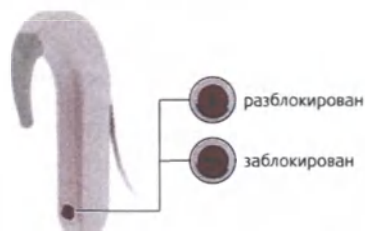

Рис. 6 Замок крышки блока элементов питания в открытом/закрытом положении
Прежде чем сдвигать вниз SONNET крышку блока элементов питания, убедитесь, что замок SONNET крышки блока элементов питания находится в открытом положении (разблокирован), как показано на Рис. 6. Если он находится в положении блокировки, используйте поставляемую MED-EL отвертку, чтобы повернуть замок против часовой стрелки в положение разблокировки.
У маленьких детей замок SONNET крышки блока элементов питания всегда должен быть повернут по часовой стрелке в положение блокировки (см. рис. 6), после того, как крышка была полностью надвинута на корпус. Это не позволит ребенку разобрать аудиопроцессор.
1. Убедитесь, что замок крышки блока элементов питания находится в открытом положении (разблокирован), как показано на Рис. 6. Если он находится в положении блокировки, используйте поставляемую MED-EL отвертку, чтобы повернуть замок против часовой стрелки в положение разблокировки.
3. Убедитесь, что замок крышки блока элементов питания находится в открытом положении (разблокирован), как показано на Рис. 6. Если находится в положении блокировки, используйте поставляемую MED-EL отвертку, чтобы повернуть замок против часовой стрелки в положение разблокировки.
У маленьких детей замок крышки блока элементов питания всегда должен быть повернут по часовой стрелке в положение блокировки (см. рис. 6), после того, как крышка была полностью надвинута на корпус. Это не позволит ребенку разобрать аудиопроцессор.